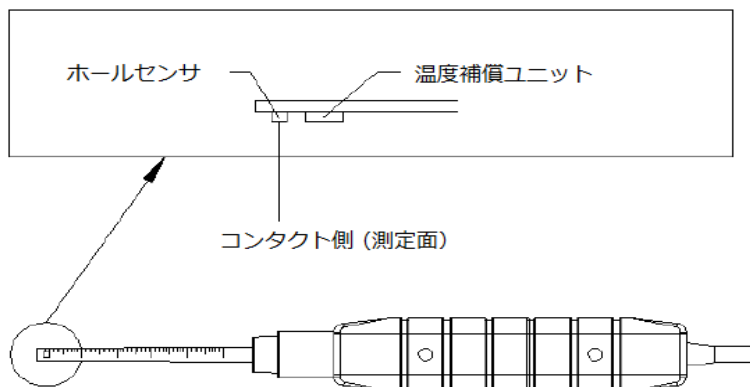

図4. 2 プロブの構造
- ⑤ プローブヘッドを測定対象物に近づけます。ホールセンサ部は図4. 2に示します。リアルタイムに測定値が表示されます。